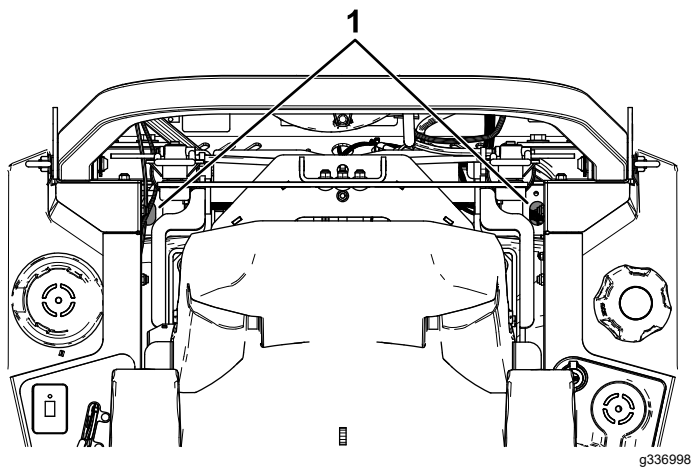

Figura 92
- **Transmisiones hidrostáticas ZT 4400:** utilice una extensión y una llave de vaso de 7/16" para acceder al tapón de ventilación desde la parte superior de la máquina a través de los orificios situados cerca de los soportes de la barra antivuelco (Figura 92).